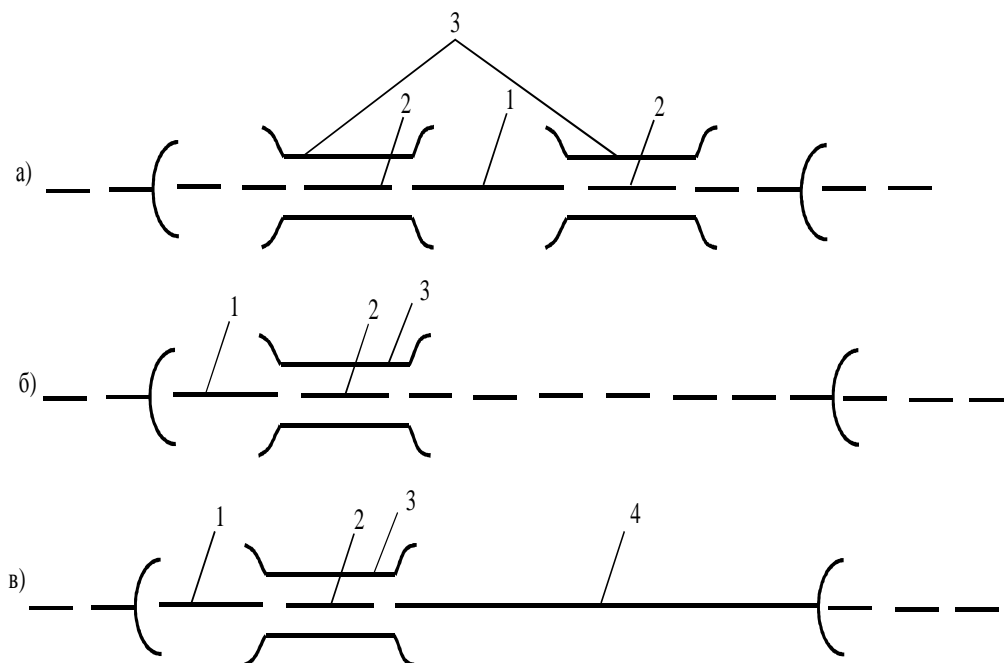

Рис. 1 – Схеми ремонту трісної або розірваної труби:
1. викладач ділить студентів на три групи та видає кожній схему ремонту тріснутої або розірваної труби з різними типами пошкоджень (рис. 1, а, б, в);
Способи ремонту розірваних труб залежать від знаходження пошкодження (рис. 1):